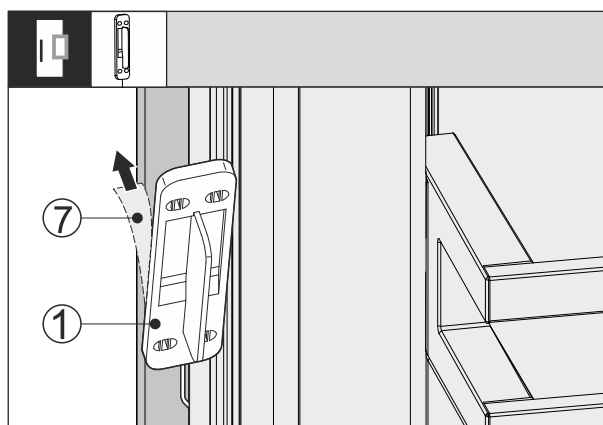

Fig. 65
- Hiqni fletën mbrojtëse Fig. 65 (7) në pjesën e pasme të sensorit të trokitjes Fig. 65 (1).